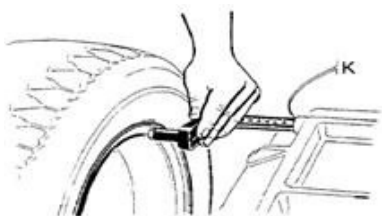

Fig.1
- Defina o valor "a": mova o medidor para a posição de medição conforme ilustrado na Fig.1, mantenha o medidor ainda em posição durante aprox. 4 segundos, memorização bem sucedida é dada, em seguida, retornar o medidor para a posição 0. (O valor medido no modo automático aparece no visor). Ou pressione ► e ▲ e ▼ para mudar.